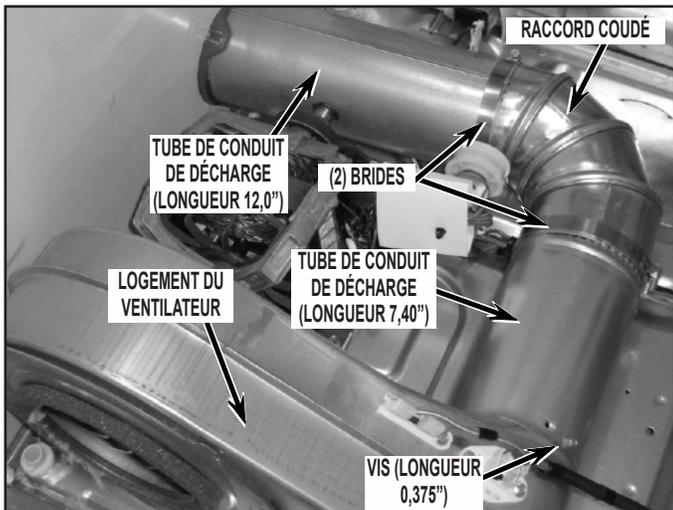

FIGURE 29
- Insérer le sous-ensemble décrit à l'étape N°5 à travers l'ouverture qui était obturée par l'opercule arrachable dans le panneau latéral du côté gauche, extrémité nervurée placée vers l'extérieur; placer une bride sur le raccord coudé et raccorder l'extrémité du raccord coudé au tube de conduit de décharge (longueur 187 mm (7,40")) déjà présent à l'intérieur de la sècheuse; voir la *Figure 29*.
- Positionner correctement l'ensemble du circuit de décharge; veiller à ce que la nervure de butée sur le tube de conduit de décharge (longueur 305 mm (12,0")) soit à l'extérieur de la sècheuse; voir la *Figure 29*. Bien serrer chaque bride; voir la *Figure 28*.